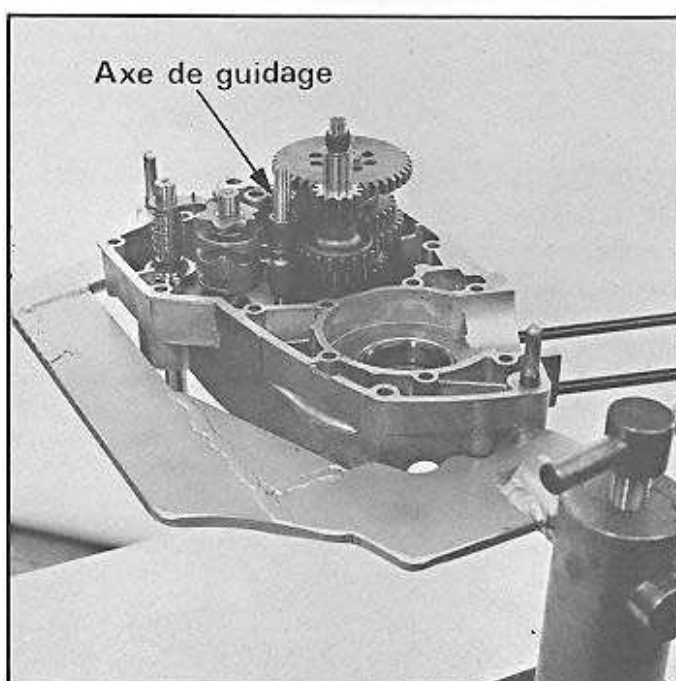

Fig. 52
- Placer le baladeur de 1° et 3° avec la fourchette et glisser l'axe de guidage à fond (fig. 52).